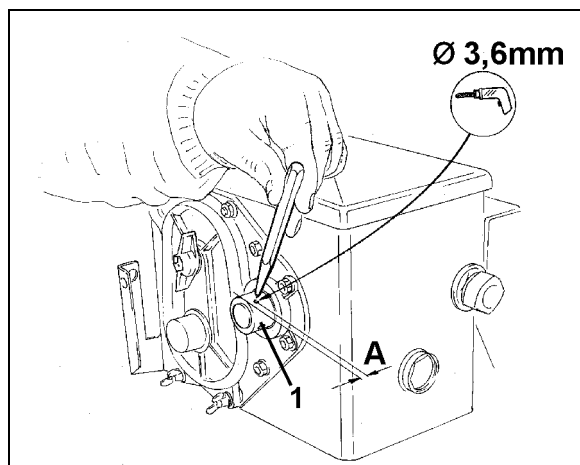

Fig. 10
3. Bore et hull (Ø 3,6 mm) i girkassens hulaksel (Fig. 10/1) med det medfølgende boret.
Avstanden **A** (se Fig. 10) fra kanten av hulakselen til boringsmidtpunkt utgjør 5 mm. Lag kjørnermerker på boringen.